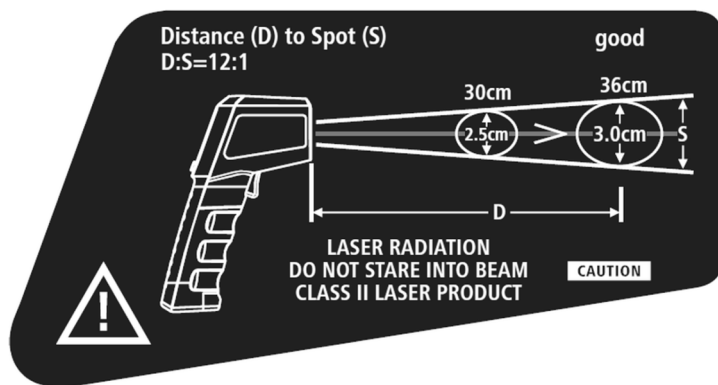

Fig. 2
Plus la distance (D) par rapport à l'objet cible est grande, plus la taille du spot de mesure (S) est grande, c'est-à-dire que plus la distance entre le thermomètre infrarouge et l'objet augmente, plus la zone du spot de mesure devient grande (fig. 2), ce qui est appelé D:S (rapport distance/spot).